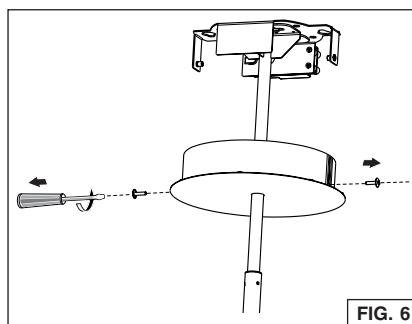

FIG. 6
1. Enlevez les deux (2) vis du couvercle décoratif du plafond et abaissez-le pour accéder au boîtier de connexion et aux boulons de montage. Fig. 6.